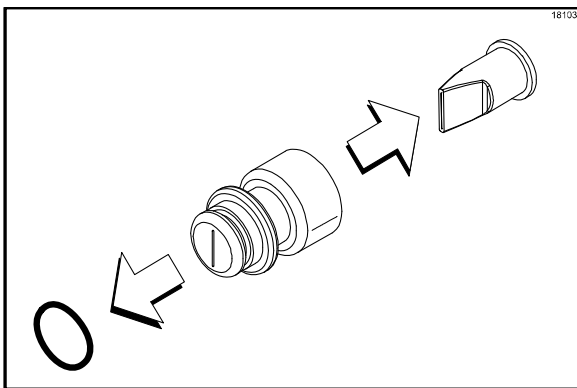

Abbildung 29
10. Das Entenschnabelventil und die Runddichtung von der Sirup-Anschlussnase abnehmen. (Siehe Abbildung 29.)